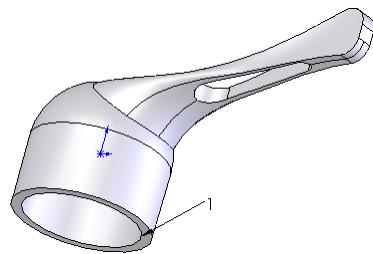
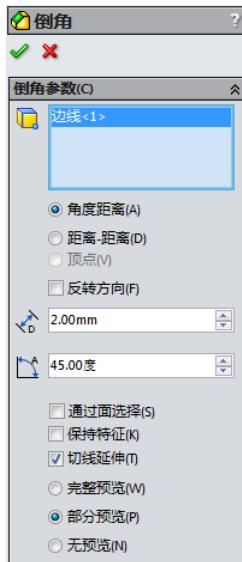
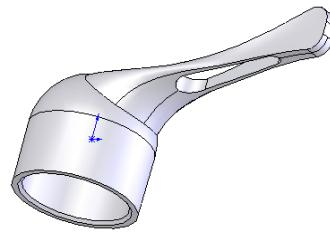
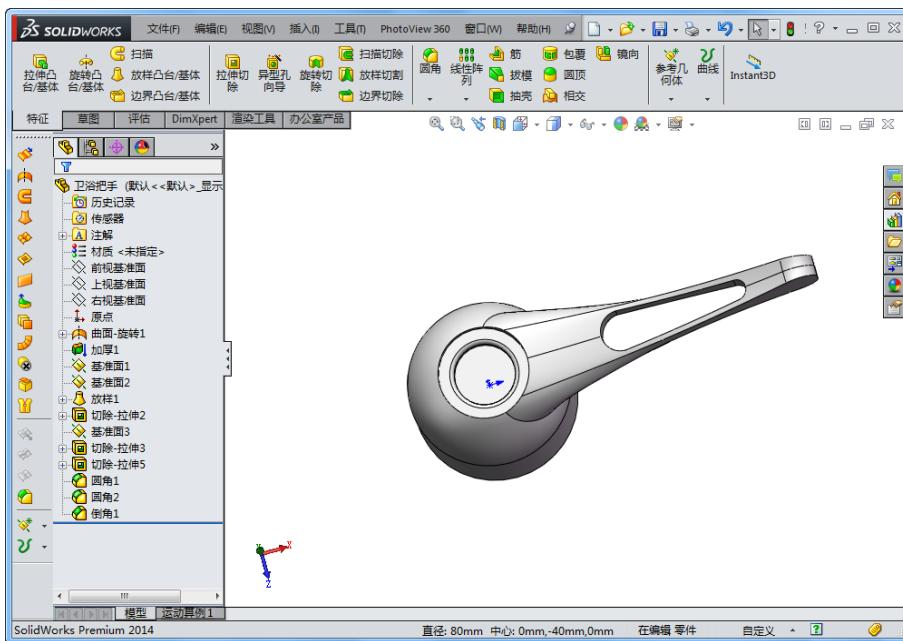

图 6-113 设置视图方向后的图形
图 6-114 “倒角”属性管理器
图 6-115 倒角后的图形
图 6-116 卫浴把手及其 FeatureManager 设计树
**42** 设置视图方向。设置视图方向。单击“前导视图”工具栏中的“旋转视图”图标 ，将视图以合适的方向显示，结果如图 6-113 所示。
**43** 倒角实体。在菜单栏中选择“插入”→“特征”→“倒角”命令，或者单击“特征”工具栏中的“倒角”图标按钮 ，此时系统弹出如图 6-114 所示的“倒角”属性管理器。在“边线和面或顶点”一栏中，选择图 6-113 中的边线 1；点选“角度距离”选项，在“距离”一栏中  输入 2mm；在“角度”一栏中  输入 45 度。单击属性管理器中的“确定”图标按钮 ，完成倒角实体，结果如图 6-115 所示。卫浴把手模型及其 FeatureManager 设计树如图 6-116 所示。